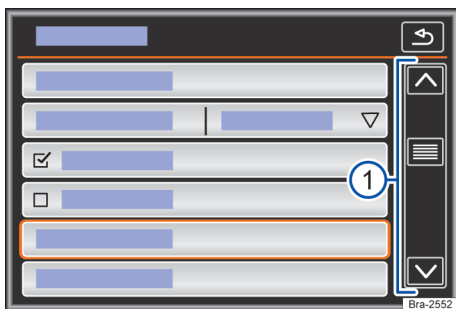

Fig. 113 Representación esquemática: entradas de lista, menú de configuraciones.
Se puede acceder a las entradas de la lista mediante un toque directo en el display, o por medio de la tecla de regulación → fig. 113 ①.
Si en una vista de lista hay más registros seleccionables de los que se puede ver, se muestran botones de función para desplazar o una barra de desplazamiento a la derecha en la imagen → fig. 113 ①.